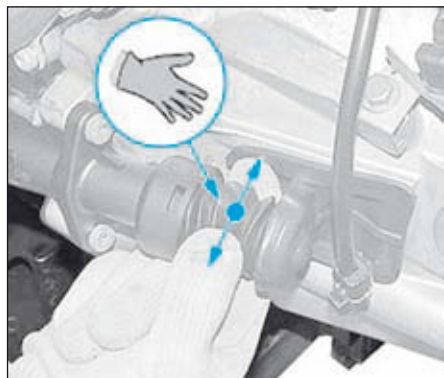

FIG.7
- Vérifier le positionnement de la tige du cylindre récepteur d'embrayage dans la fourchette d'embrayage (Fig.7).